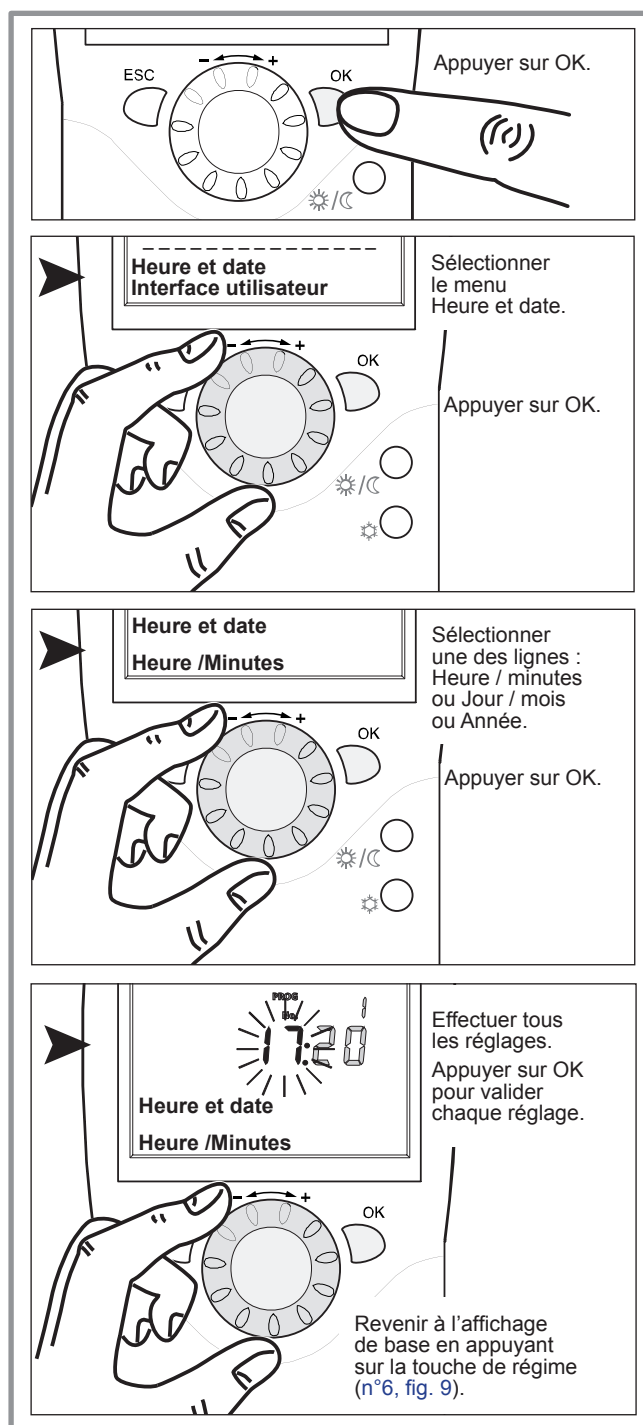

figure 8 - Réglage de l'heure et de la date
- Régler l'heure et la date en cours (figure 8).